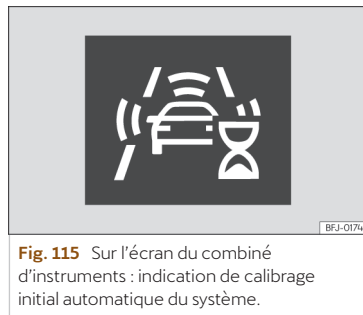

Fig. 115 Sur l'écran du combiné d'instruments : indication de calibrage initial automatique du système.
- Dans les premiers instants après avoir mis le contact et pris la route, à cause du calibrage automatique du système. Pendant cette période, une icône d'état s'affiche >>> **fig. 115**.